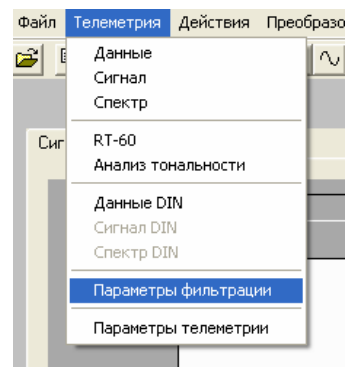
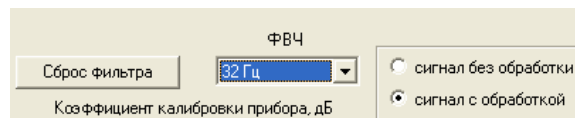

Рисунок 13
Рисунок 14
- В программе Signal+ в меню «Телеметрия» выбрать пункт «Параметры фильтрации» (Рис. 13). В открывшемся меню выбрать опцию «сигнал с обработкой» и выставить частоту ФВЧ 32 Гц (Рис. 14).